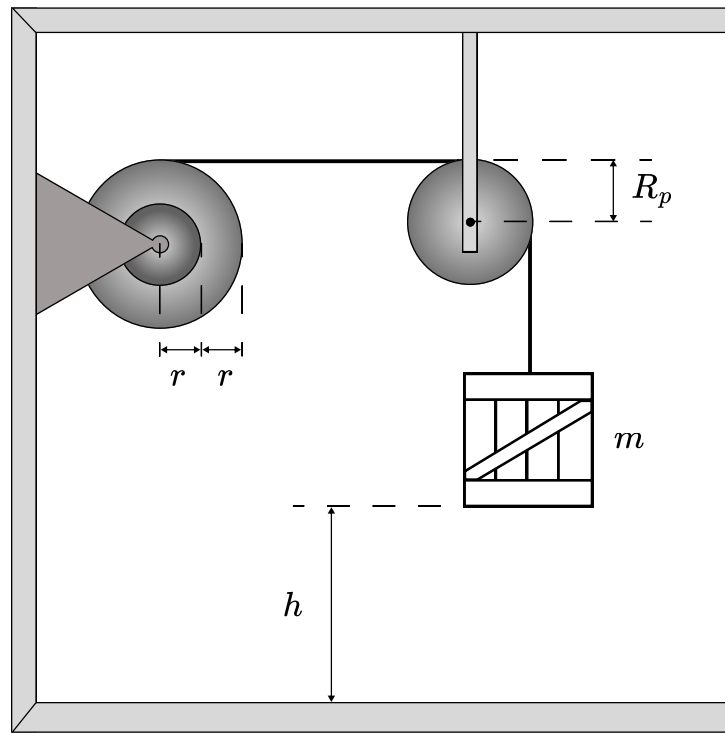

Figura 1: Sistema de poleas, cuerda inextensible y masa colgante. Ejercicio 1.
1. El sistema mostrado en la Figura 1 consiste en una polea compuesta por dos discos sólidos de radios $R_1 = 5,0$ cm y $R_2 = 10,0$ cm; y masas $M_1 = 0,75$ kg y $M_2 = 1,50$ kg; rígidamente unida a un eje fijo, y una segunda polea maciza homogénea de masa $M = 2,0$ kg y radio $R_p = 7,5$ cm, que puede rotar libremente alrededor de un eje sin fricción. Ambas poleas están conectadas mediante una cuerda ligera e inextensible que no desliza sobre sus superficies. Del extremo libre de la cuerda cuelga una caja de masa $m = 2,50$ kg.